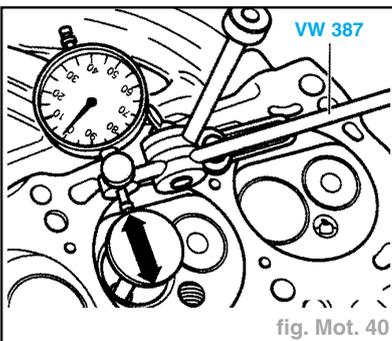

fig. Mot. 40
- Placer une soupape neuve dans le guide. L'extrémité de sa tige doit coïncider avec le guide. Etant donné la différence de diamètre des tiges, placer uniquement une soupape d'admission dans un guide d'admission et une soupape d'échappement dans un guide d'échappement (fig. Mot. 40).